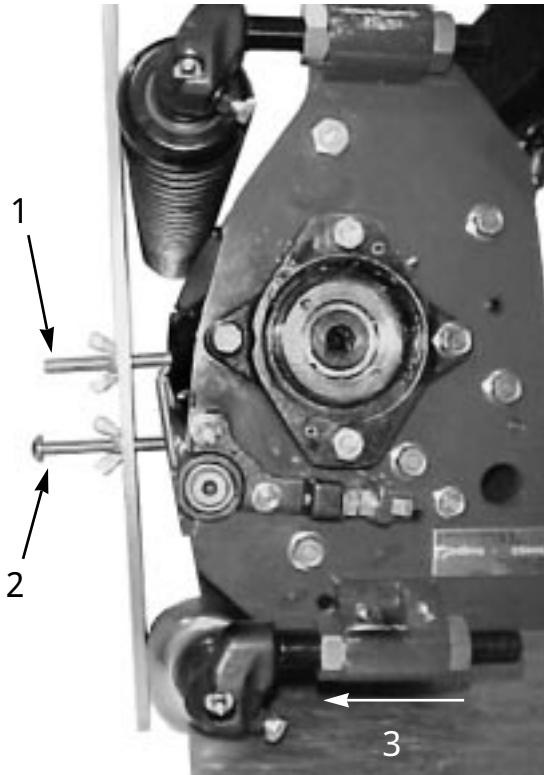

図13
1. カuttingユニットを立てた状態で、前後のローラにゲージバーを差し渡す（図13）。
2. 後ローラを調整してゲージにぴったりと接触させる（図13）。